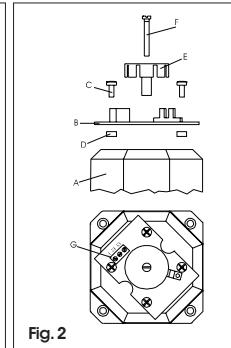

Fig. 2
- Para fijar el encoder en el motorreductor, proceda del siguiente modo (Fig.2):